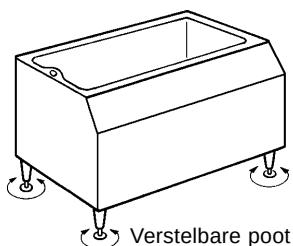

Fig. 4
- 2) Plaats de voorraadbunker op de geselecteerde permanente locatie en zet hem waterpas in de links-rechts en voorkant-achterkant richting. Zie fig. 4.